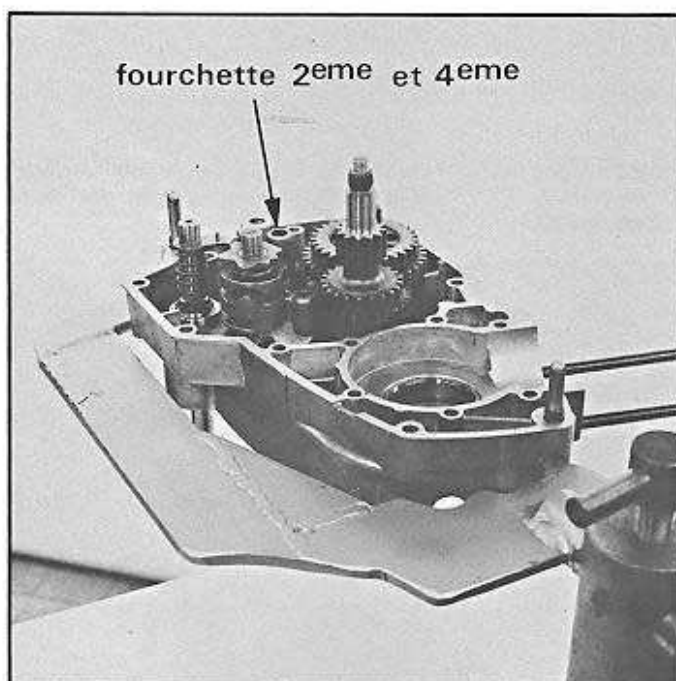

Fig. 51
- Placer la fourchette de 2° et 4° dans le baladeur correspondant, l'ergot dans la rampe (fig. 51).